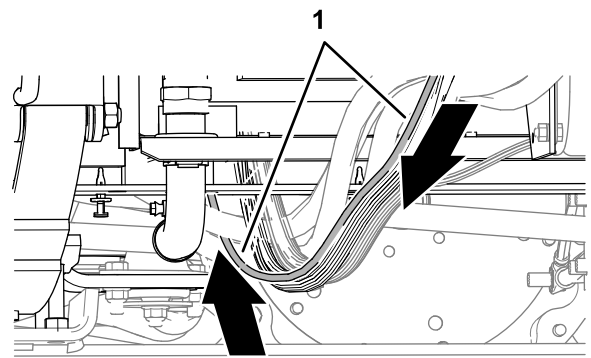

**Рисунок 161**
4. В нижней части машины проложите кабель передачи данных модема назад, вдоль жгута проводов машины (**Рисунок 161**).